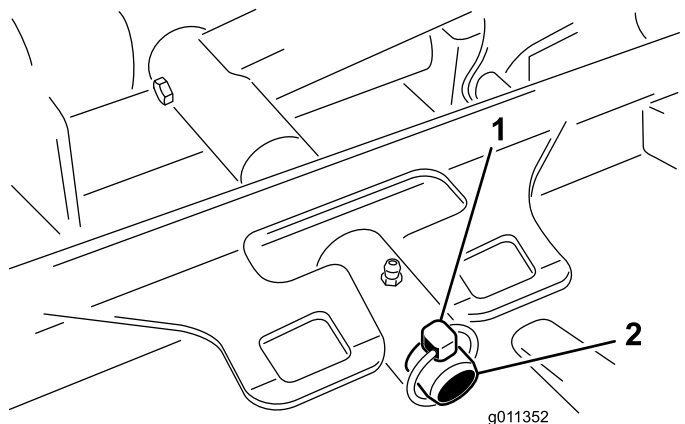

图70
2. 卸下将刀盘承载架固定至提升臂枢轴销的保险销或锁紧螺母——型号 30874 图70。
2. 将刀盘承载架滑动至提升臂枢轴销上 图70。用保险销或锁紧螺母——型号 30874将刀盘固定到枢轴销上。